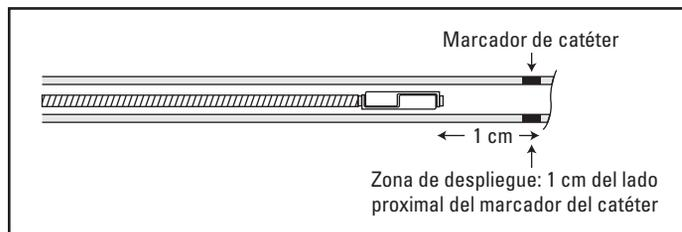

Figura 7. Avance del sistema de oclusión IDC con fibras Interlock - 35 hasta la posición anterior a la liberación
12. Maniobre con el sistema de oclusión IDC con fibras Interlock - 35 bajo fluoroscopia hasta que la zona de liberación de la espiral quede más o menos a 1 cm proximal de la punta del catéter (Figura 7).